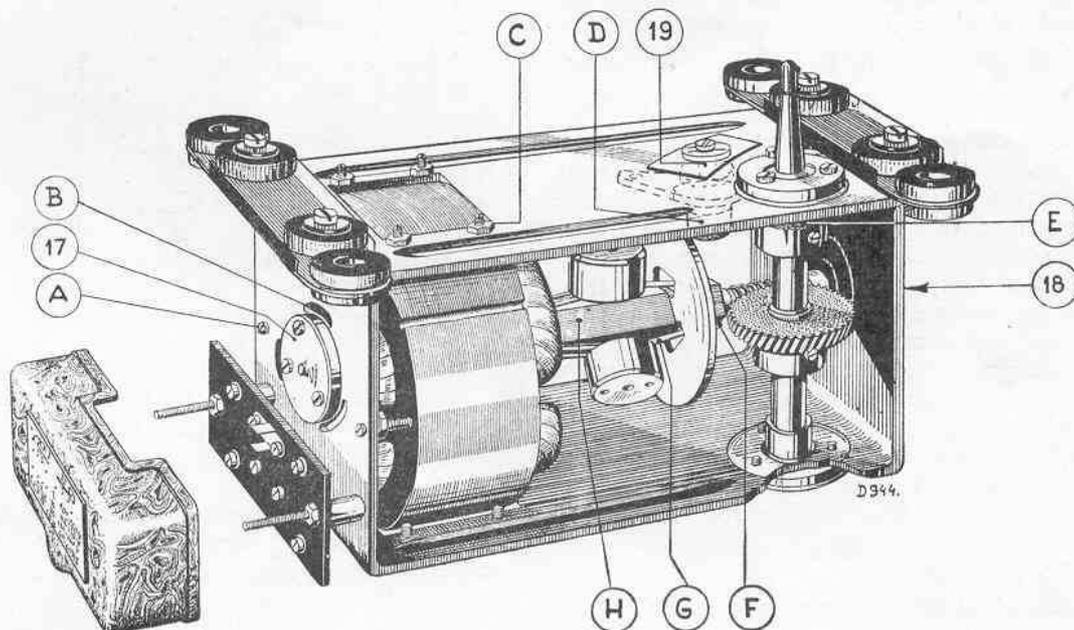

Fig. 11
Pour réaliser des réparations à cet accessoire, l'une des premières exigences est que le monteur possède des connaissances suffisantes afin de mener la réparation à bonne fin. Si les défauts sont graves, le moteur devra être retourné à Philips. Pour enlever le moteur (fig. 11) il est nécessaire de dévisser les 4 vis extérieures des lamelles de suspension.
1. L'un des petits ressorts du régulateur (G, fig. 11) est cassé.
Détacher la plaque de connexion. A ce côté se trouvent trois échancrures pratiquées dans la charpente et prévues pour y mettre les calibres (voir fig. 11, repère B). Provisoirement, l'axe principal est monté dans les paliers de façon un peu lâche, les plaques de pression, aux deux extrémités, sont provisoirement supprimées. De même, le stator est monté lâche dans les vis à pointes, après avoir introduit dans l'entrefer les 3 calibres de 0,25 mm, no. de code 09.990.710, à travers les échancrures de la charpente. En même temps, les 2 vis à pointes (repère A) sont vissées à travers les côtés latéraux de la charpente afin que le stator fasse un angle de 90° avec l'axe; ensuite, les autres vis sont serrées. Enlever maintenant tous les calibres; après quoi, les boulons taraudés du palier de l'axe principal du côté de la roue hélicoïdale, sont dévissés. Ensuite, pousser avec les doigts fortement sur le palier libéré, tandis qu'avec l'autre main on fait tourner rapidement l'axe principal.